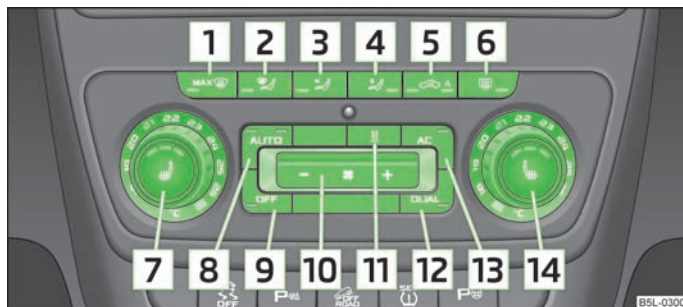

Fig. 90 Climatronic: Elementos de mando
- Pulsar la tecla (AUTO) » fig. 90.
- Pulsar la tecla **AC** » fig. 90. En la tecla se encenderá el testigo de control.
- Después de conectar el encendido, se puede ajustar la temperatura para ambos lados con el regulador giratorio **7** » fig. 90.
- Si se empaña el parabrisas, pulsar la tecla   » fig. 90. Cuando el parabrisas se haya desempañado, pulsar la tecla .
- Pulsar de nuevo la tecla  » fig. 90 en el lado izquierdo (reducir el número de giro del ventilador) o bien en el lado derecho (aumentar el número de giro del ventilador).
- Pulsar la tecla  » fig. 90.